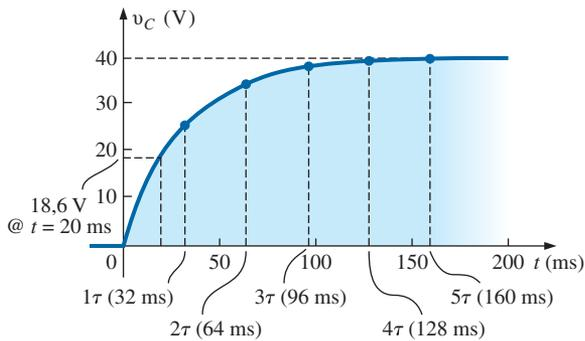

Figura 10.37 Gráfico da forma de onda na Figura 10.36 em função do tempo (t).
- A escala horizontal será agora contra o tempo em vez das constantes de tempo, como mostra a Figura 10.37. Os pontos do gráfico na Figura 10.37 foram tirados da Figura 10.36.
(como se verifica na Figura 10.37)